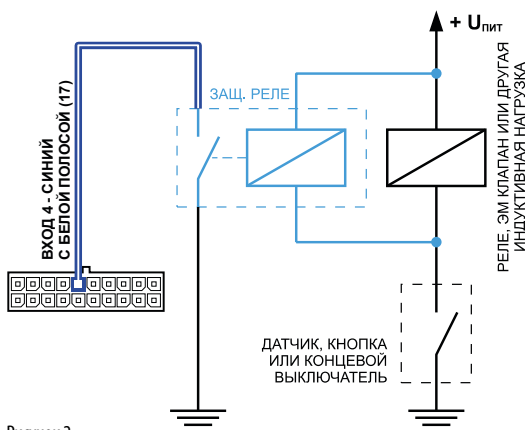

Рисунок 2.
2. Защитное реле (рис. 2) – устанавливается параллельно индуктивной нагрузке. При этом контакты защитного реле служат для замыкания входа модуля на «массу».